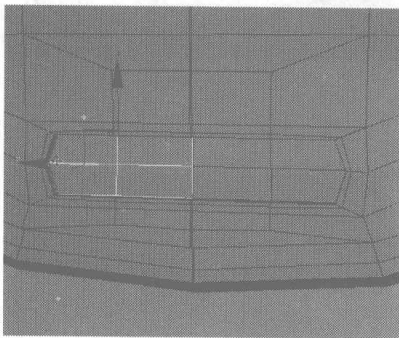

图 4.232
- 46** 选择刚分离出来的面，在工具栏中单击  按钮，在弹出的对话框中依照默认值进行设置，将该面镜像并移动到如图 4.232 所示的位置。